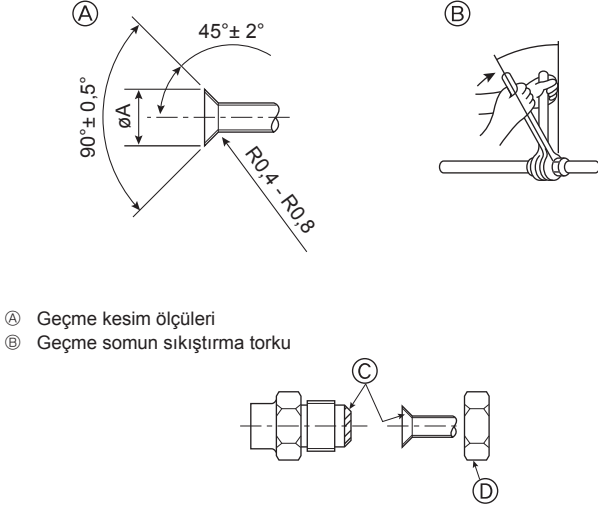

Fig. 4-8
Ⓐ (Fig. 4-8)
Ⓑ (Fig. 4-8)
4.2. Boruların bağlanması (Fig. 4-8)